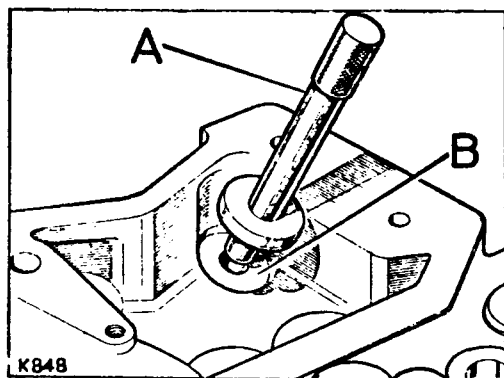

Fig. A4-83.- Extracción de las guías de varillas de empuje.
- 4.1.- Normalmente no es necesario desmontar las guías en la reparación de culata, pero si lo fuese, se extraerán las guías B (Fig. A4-83), con el útil (A). Las guías que se extraigan deben desecharse y sustituirse por otras nuevas.